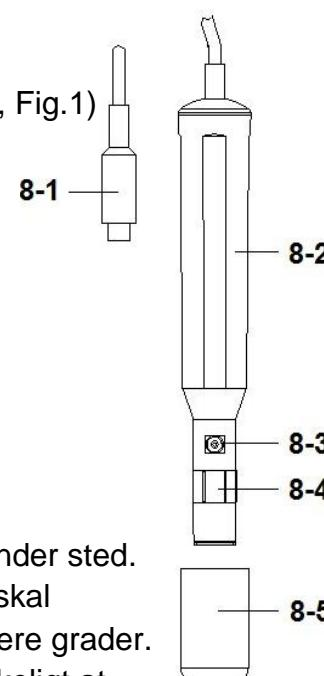

Fig. 5
- Tilslut ilt proben (valgfri, DOPB-11), (8-1, Fig.5) til "DO" stikket (3-14, Fig.1)
- Tilslut proben (8-1, Fig. 5) til "DO" stikket (3-14, Fig. 1).
Bruges proben ikke, skal probehovedet monteres i probe beskyttelsescoveret (8-5, Fig. 5).